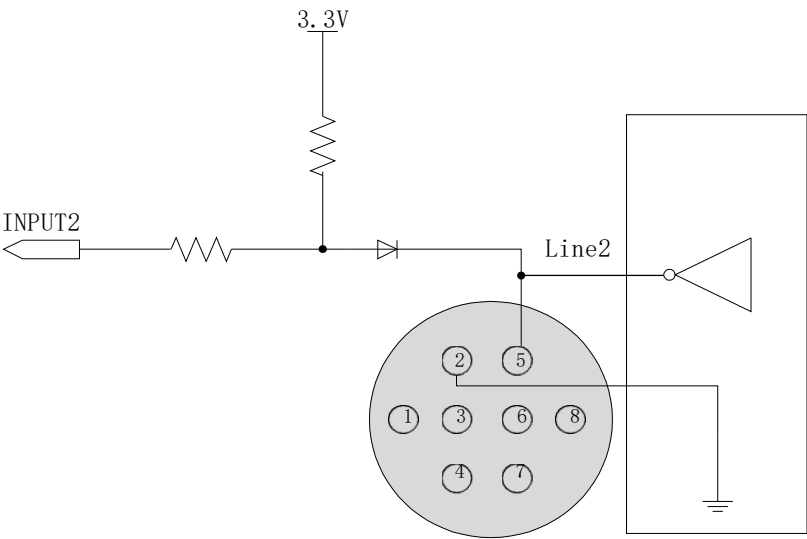

图 3-6 Line2 配置为输入引脚时相机内部等效电路
- Line2/3 配置为输入引脚时，相机内部等效电路如图 3-6，以 Line2 为例：